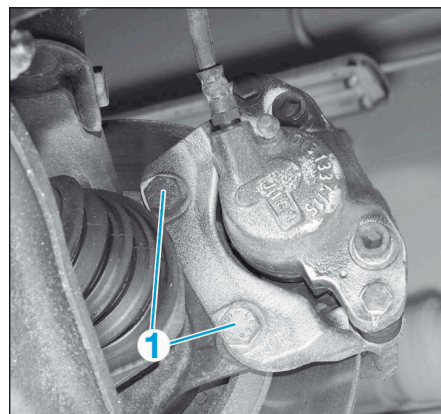

FIG.2
- Déposer les vis (1) du support d'étrier et le suspendre de manière à ne pas endommager le flexible de frein (Fig.2).